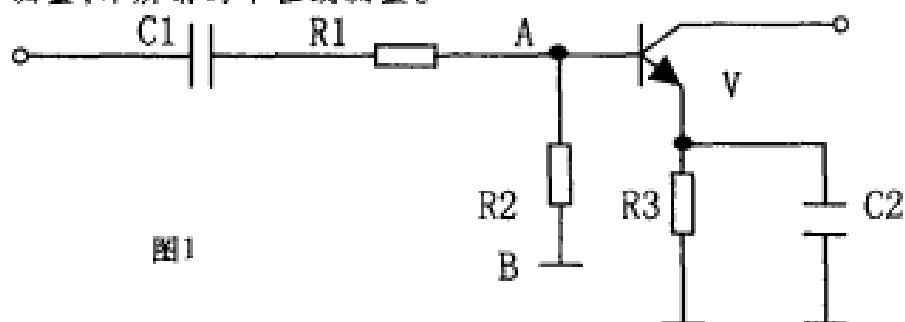

图1
(5)直接测量某一元器件的两端阻值时,应充分考虑电路其它元器件与被测元器件的串并联的影响。例如,用万用表测R1两端阻值时,如图1所示,由于C1有隔离的作用,万用表上的读数就是R1的阻值。但在测R2两端阻值时,情况就并非如此,这时万用表上的读数并不是R2真正的阻值,而是晶体管BG发射结电阻 $R_{e1}$ 与R3串联后再与R2并联的数值。如果正表笔接A点,负表笔接地,BG的PN结处于反偏,这时可看做是开路,万用表上的读数是R2;如果负表笔接A,正表笔接地,BC的发射结处于正偏状态(硅管几千欧、锗管几百欧),这时万用表上的读数应是发射结电阻与R3串联后对R2并联后的读数。显然,要想测得R2的数值必须选用前者方法。